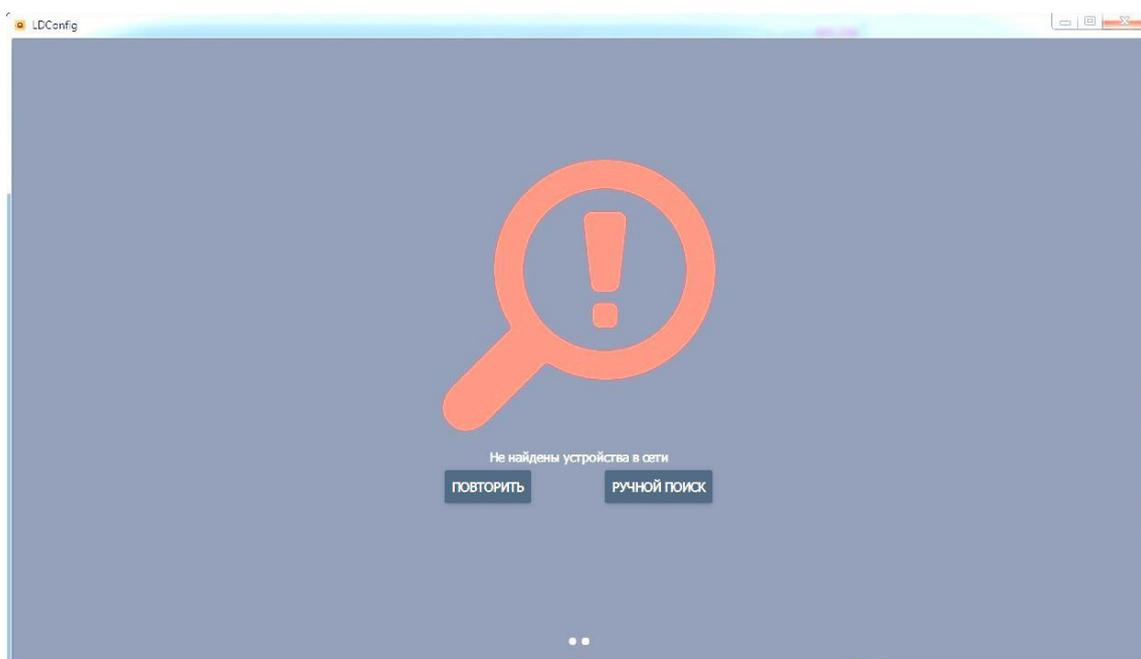

Рисунок 8
Если устройство не будет найдено, configurator сообщит об ошибке - «Не найдены устройства в сети» и предложит ПОВТОРИТЬ поиск или использовать РУЧНОЙ ПОИСК (Рис. 8).
- Нажмите на кнопку РУЧНОЙ ПОИСК (рис. 8);